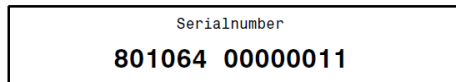

Fig.16. Exemplo de autocolante com número de série de 14 dígitos
- Número de série do aparelho (consultar a placa de características → Capítulo 2.2.1 /autocolantes adicionais do lado esquerdo traseiro da estrutura do aparelho; consultar → Fig.16),